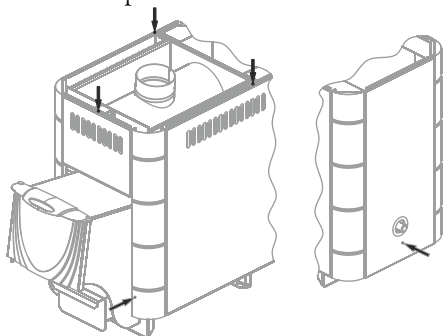

Рисунок 10. Демонтаж конвектора печи «Шилка Б»
3. Снять конвектор, открутив 6 саморезов (рисунок 10)